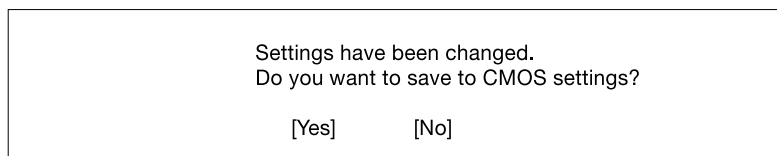

Figura 4-15 Pantalla de almacenamiento de cambios
5. Pulse la tecla **Esc** para volver al menú System Security y, a continuación, pulse la tecla **Esc** de nuevo para salir de Setup. Aparece la pantalla de almacenamiento de cambios que se muestra en la Figura 4-15: